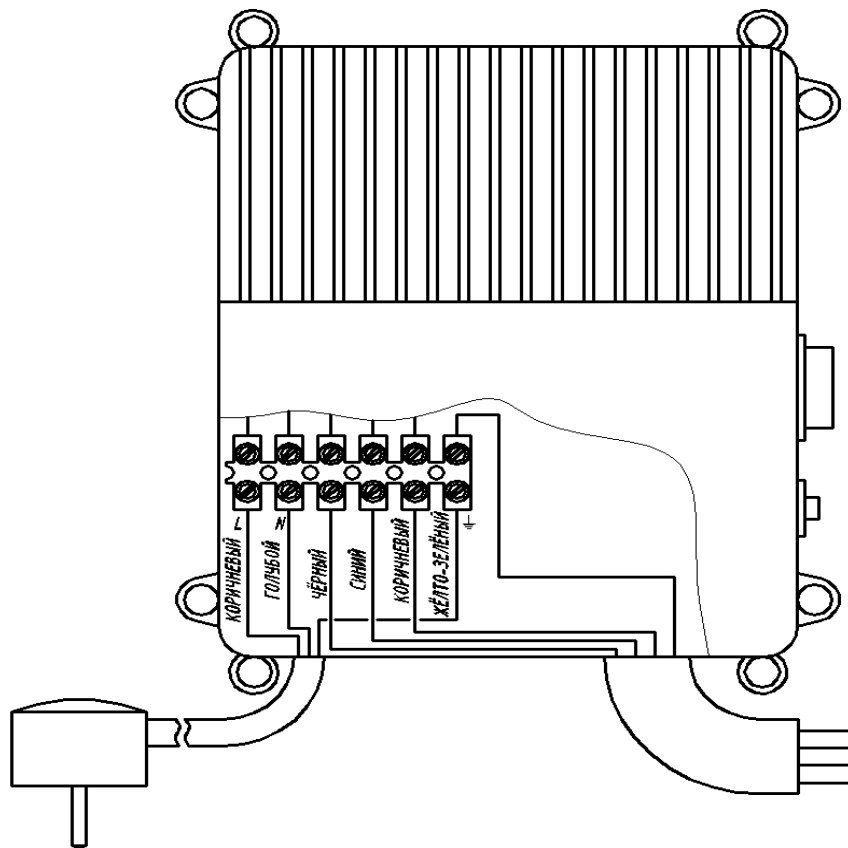
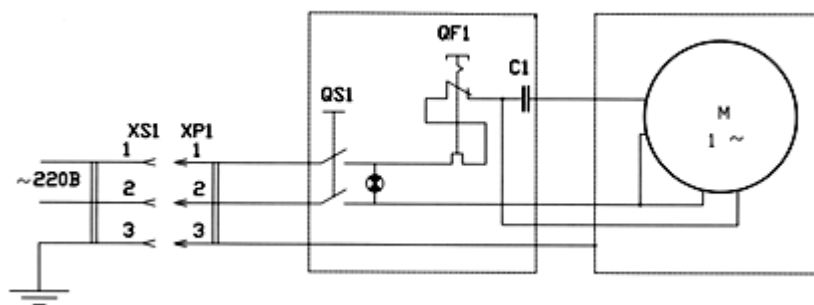

Рис.3
Рис.4
4.3 Пускозащитное устройство внутри имеет клеммную колодку рис.3 для подключения проводов кабеля с обозначениями соответствующими схеме электрической принципиальной рис.4.
4.4 Соединение агрегата с питающей сетью осуществляется посредством штепсельной вилки с заземляющим контактом. Схема электрическая принципиальная показана на рис. 4
6.3.1 Выводные концы электродвигателя соединить пайкой или гильзами с токоподводящим проводом (провода установочные для водопогружных электродвигателей КВВ 3x1,0+1x1,0 ТУ16.К13-035-2004 (для двигателей мощностью не более 1кВт) и КВВ 3x2,5+1x2,5 ТУ16.К13-035-2004 (для двигателей мощностью более 1кВт) или аналогичным проводом) и тщательно заизолировать полихлорвиниловой лентой в 7-8 слоев в полнахлеста на длине 12-15 см или с помощью термоусадочной трубки с внутренним клеевым слоем. Выкрутить четыре винта пускозащитного устройства, снять крышку и вставить в отверстие в основании свободный конец токопроводящего провода аналогично сетевому проводу. Провода вставить в клеммную колодку в соответствии с рис. 3 и закрепить в ней винтами, затем установить крышку на место.